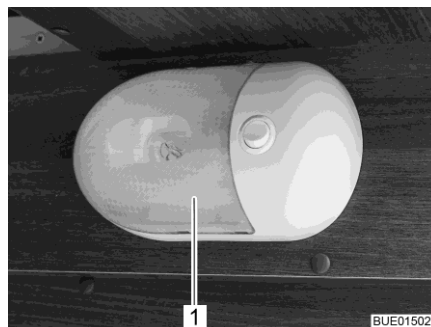

Fig. 318 Lámpara de montaje en superficie
- Comprimir la cubierta transparente (Fig. 318,1) con precaución de ambos lados, retirarla ligeramente del interruptor y quitarla hacia delante.